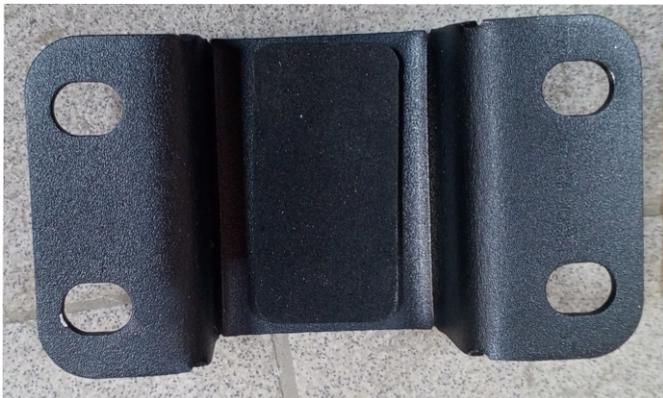

Рис.9
9. Наклеить подушки на клейкой основе (поз. О) на внутреннюю часть зажимов (поз.7, 8, 9), как показано на рис.9.